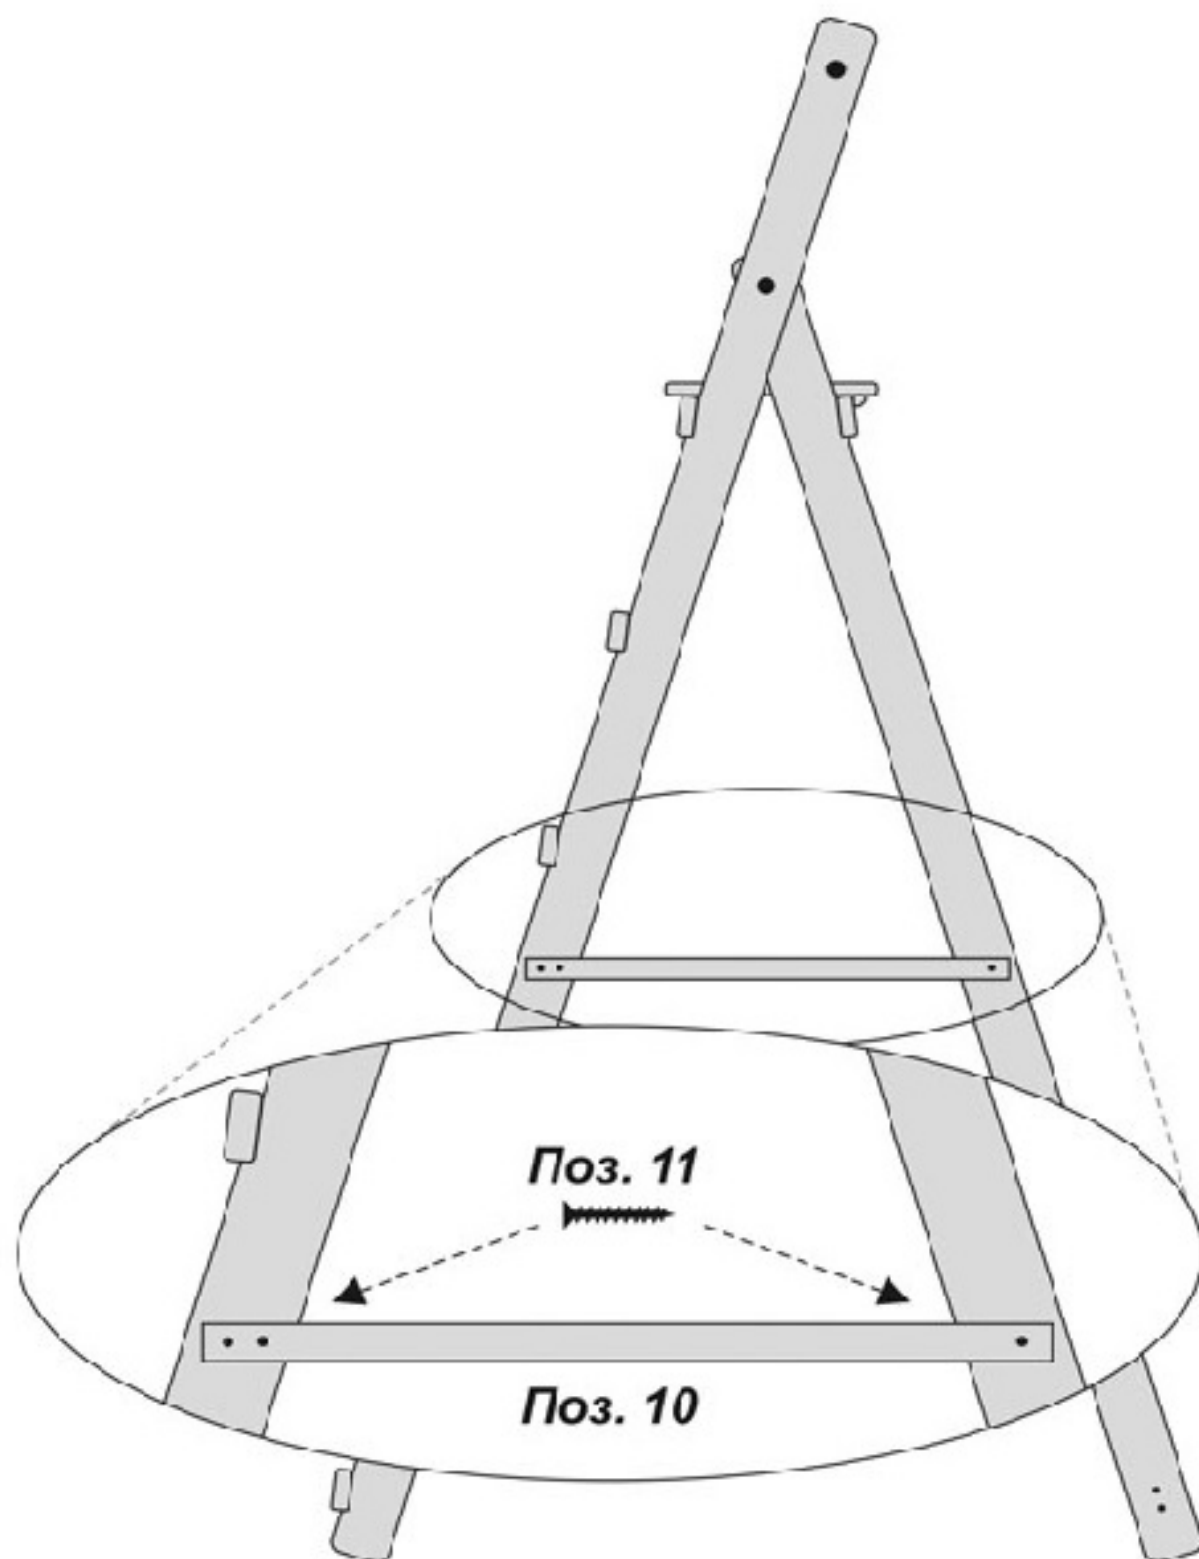

рисунок 8
11. Посередине двух длинных стоек с боковых сторон двумя саморезами с шайбами закрепить ограничительный ремень (поз. 10) (рис. 8) на расстоянии 600 мм от нижнего края.